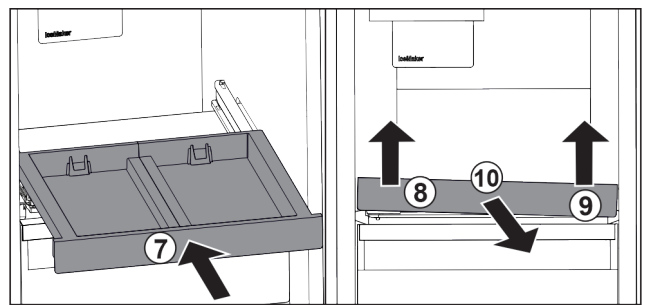

Fig. 20
- Rentrer le compartiment coulissant. Fig. 20 (7)
- Soulever le compartiment coulissant au niveau de la partie avant gauche. Fig. 20 (8)
- Soulever le compartiment coulissant au niveau de la partie avant droite. Fig. 20 (9)
- Retirer le compartiment coulissant par l'avant. Fig. 20 (10)